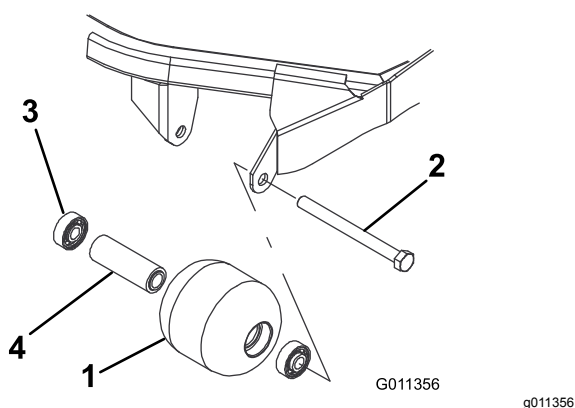

Figura 99
1. Rimuovete il bullone di montaggio del rullo (Figura 99).
distanziale del cuscinetto del rullo (Figura 99). Sostituite i componenti danneggiati e procedete con il montaggio.
1. Montate il primo cuscinetto premendolo nell'alloggiamento all'interno del rullo (Figura 99). Premete soltanto sulla pista esterna o, in misura uguale, sulla pista interna ed esterna.
2. Inserite il distanziale (Figura 99).
3. Spingete il secondo cuscinetto nell'alloggiamento all'interno del rullo (Figura 99), premendo in misura uguale sulla pista interna ed esterna, fino a quando la prima pista non tocca il distanziale.